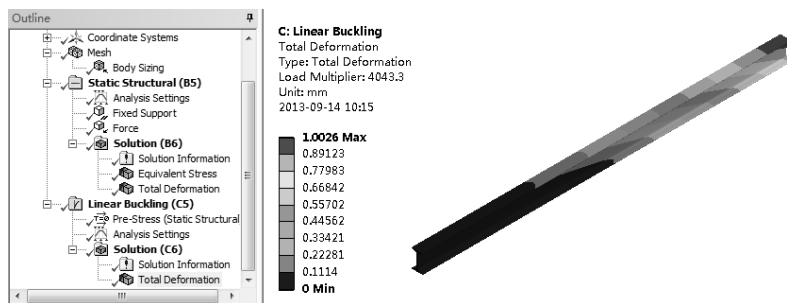

图 9-42 变形云图
2) 变形云图。在【Outline (分析树)】中选择【Solution (C6)】节点，单击其下的【Total Deformation】项 ，在图形窗口显示出变形云图，如图 9-42 所示。
从图 9-42 可知【Load Multiplier】为 4043.3，由于所施加载荷为 1N，说明【Load Multiplier】相当于负载屈曲安全系数，该载荷因子乘以载荷所得结果即为临界线性失稳载荷 4043.3N。